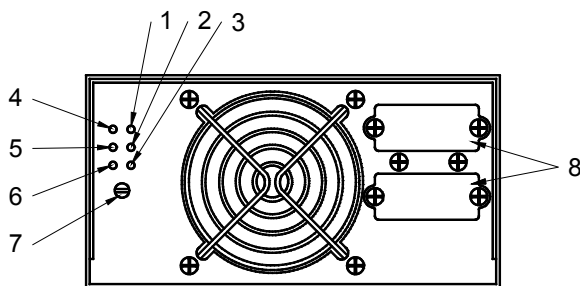

Рисунок 2 – Внешний вид, расположение органов управления, подключения и индикации на передней панели ЗУ
Конструктивно ЗУ выполнено в металлическом корпусе, предназначенном для установки на горизонтальной поверхности. На передней панели ЗУ (см. рисунок 2) расположены:
- снимите защитные крышки с разъемов для подключения ИБП и БМ или внешней батареи на передней панели ЗУ (поз. **8**, рисунок 2);